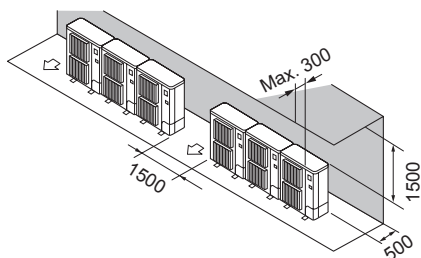

Fig. 2-13
- ② Csak hátul és főt vannak akadályok (Fig. 2-13)